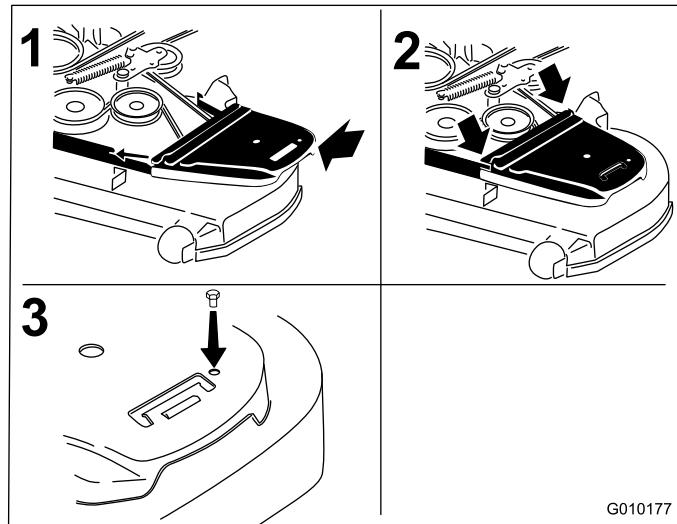

Figura 74
12. Instale las cubiertas de la correa (Figura 74).